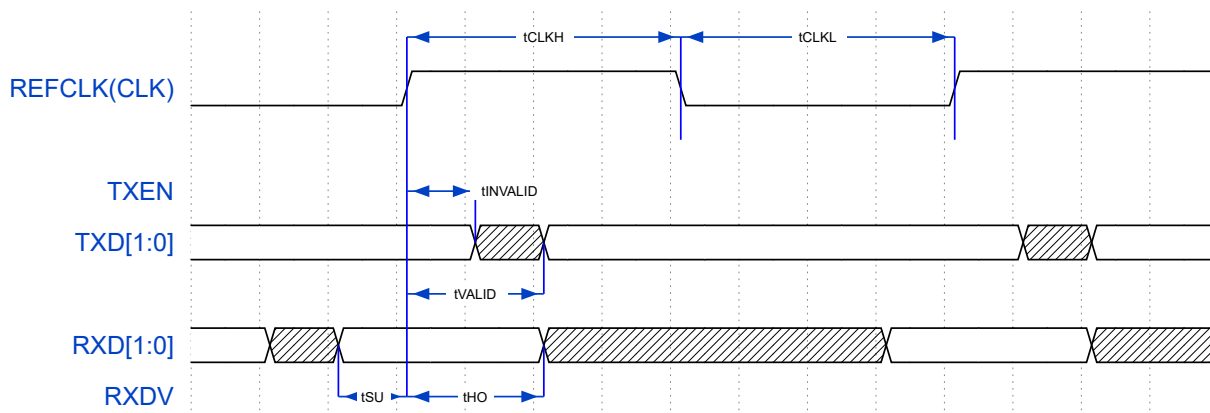

图 22: RMII 接口时序
4.21.1.1 RMII 接口 RMII 接口对应时序如图 22。